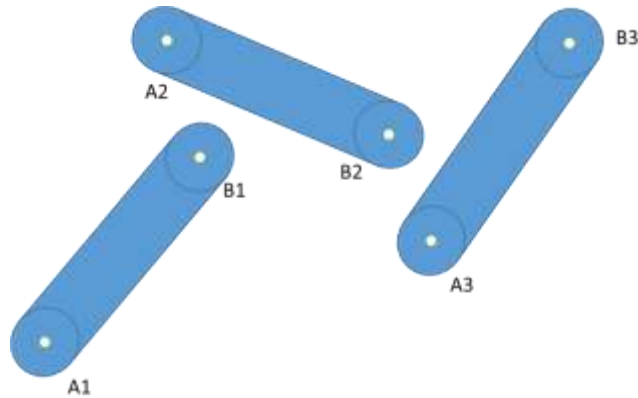

Figura 3. Síntesis de mecanismos articulados. Castro 2017. Elaboración propia.
Para el sistema de transmisión mecánico mostrado en la figura 3, determinar la velocidad angular del elemento (10)